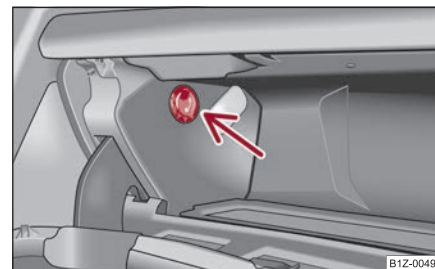

Fig. 117 Torpedoul: Răcirea
- Porniți, respectiv opriți răcirea de la întrerupătorul ⇒ fig. 117.